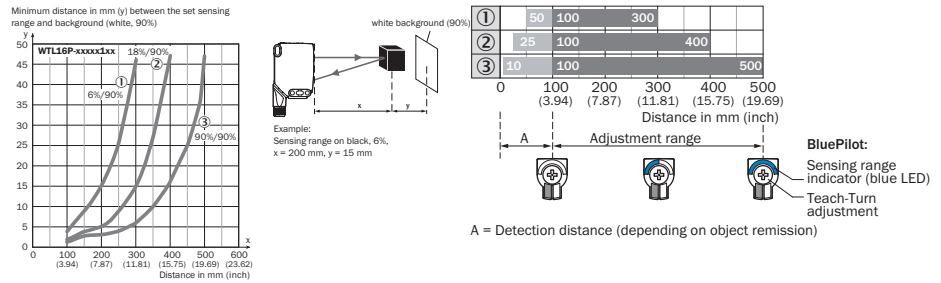
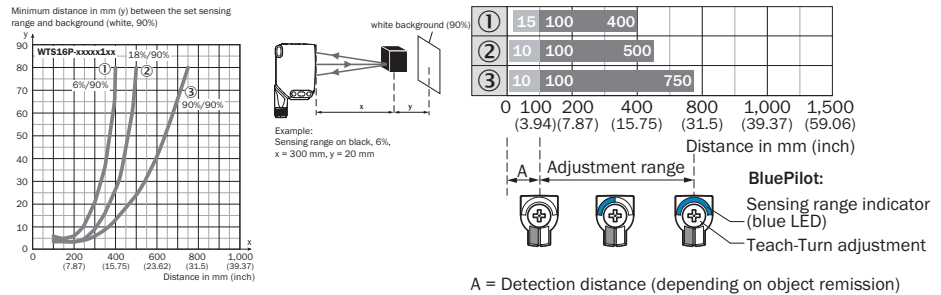

Figura 58: Linea caratteristica 1, WTL16P-xxxx1xx, luce rossa
Figura 59: Linea caratteristica 1, WTS16P-xxxx1xx, luce rossa
Controllare le condizioni d'impiego: predisporre la distanza di lavoro e la distanza dall'oggetto o dallo sfondo nonché il fattore di riflessione dell'oggetto in base al relativo diagramma v. [figura 58, figura 59] (x = distanza di lavoro, y = distanza minima tra distanza di lavoro impostata e sfondo (bianco, 90%). Coefficiente di riflessione: 6% = nero ①, 18% = grigio ②, 90% = bianco ③ (riferito al bianco standard secondo DIN 5033). Si consiglia di effettuare l'impostazione con un oggetto a basso coefficiente di riflessione. La distanza minima ($= y$) per la soppressione di sfondo può essere determinata in base al diagramma [figura 58 ①] nel modo seguente: